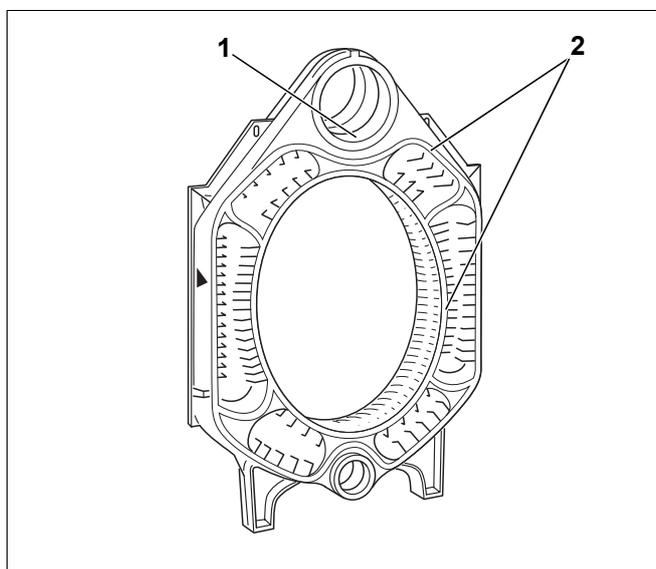

Bild 17 Mittelglied vorbereiten
- ▶ Dichtflächen der Naben mit Dichtmittel einstreichen (Bild 17, **Pos. 1**).
- ▶ Dichtfedern mit Haftmittel (Haftgrund) einstreichen (Bild 17, **Pos. 2**).